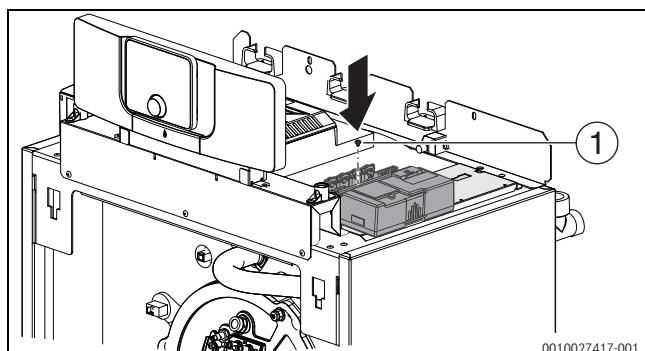

Fig. 34 Vissage du module de fonction
- Visser le module de fonction au support du module (→ fig. 34).